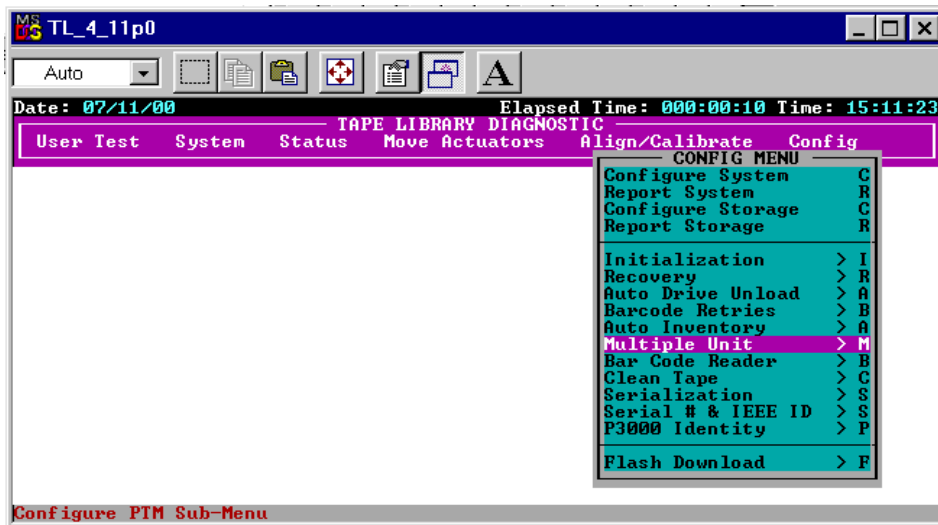

Figura 3-12. Menú Multi-Unit Configuration (Configuración Multiunidades)
2. Desde el Menú Config (Configurar), seleccione Multiple Unit (Múltiples Unidades) (consulte la Figura 3-12).